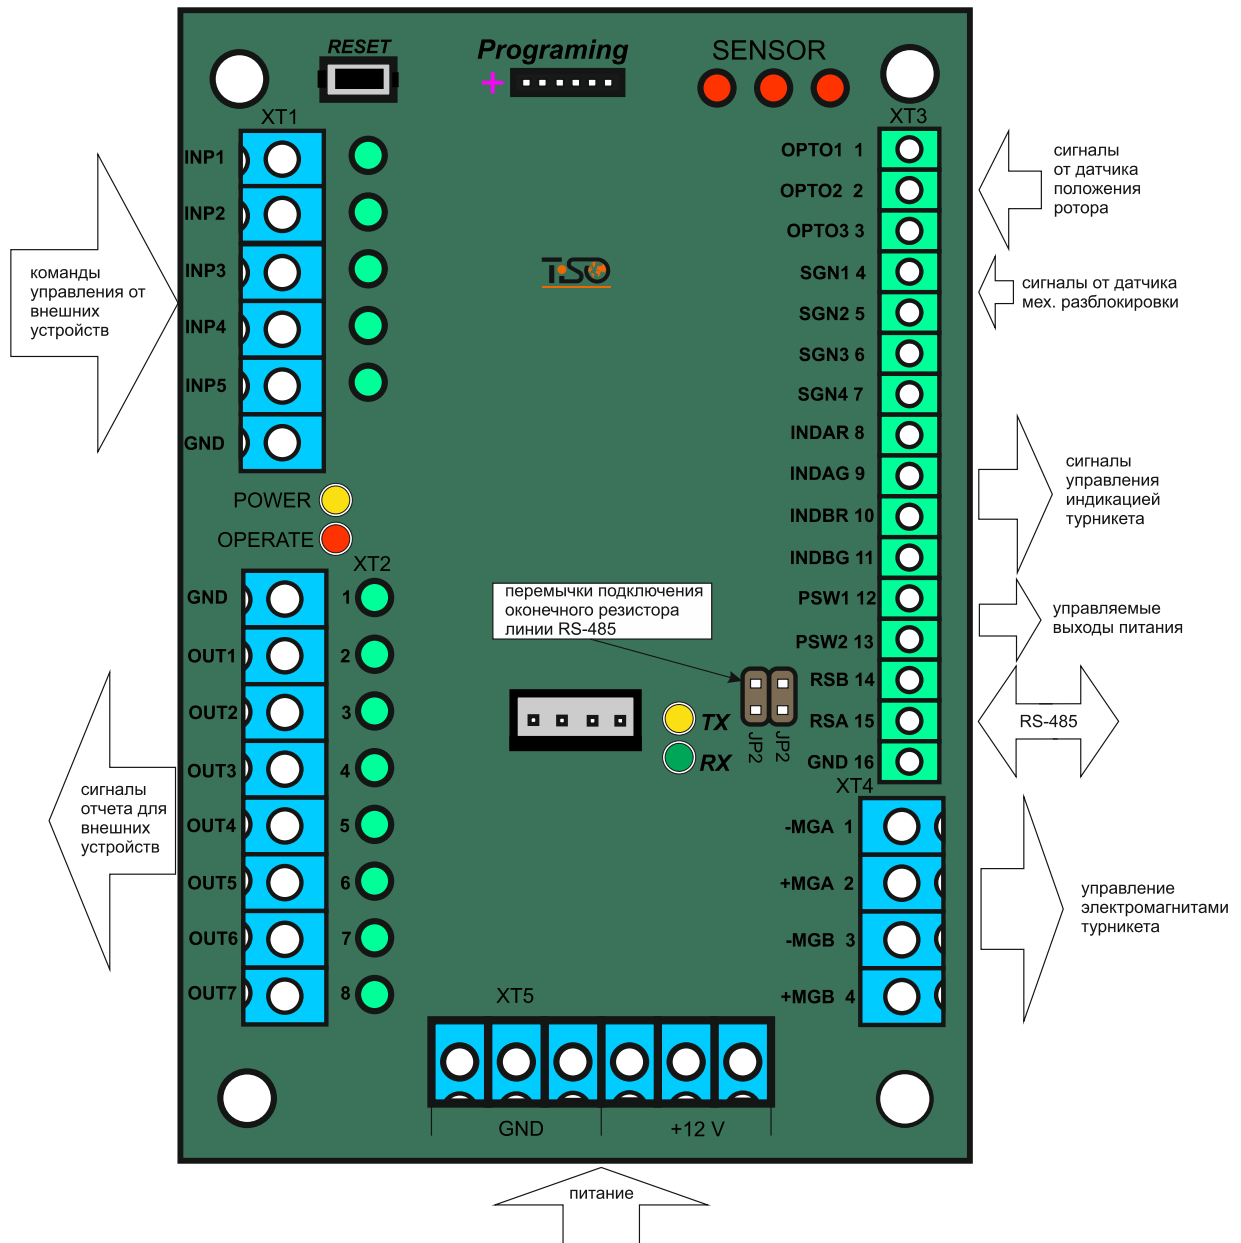

Рис. 7– Внешний вид контроллера PCB.112.21.20.00
**1.6.2.1.** Контроллер выполнен на плате (104 x 68) мм (см.рисунок 7). Для управления электромагнитами и индикаторами используются полевые транзисторы.